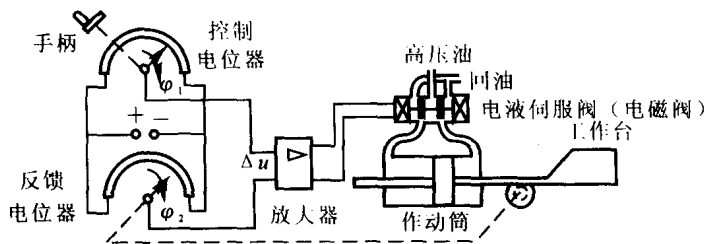

图 1.5 工作台液压伺服系统工作原理图
3. 工作台位置液压伺服系统如图 1.5 所示。系统可以使工作台按照控制电位器给定的规律变化。要求: